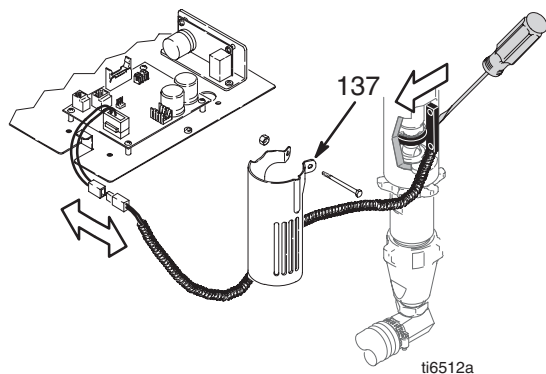
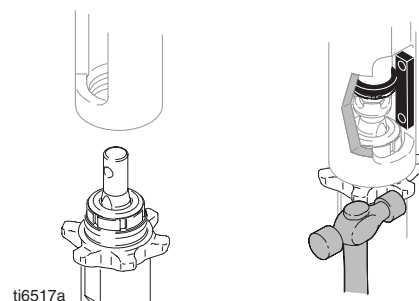

Fig. 9
Fig. 14
1. Fig. 9. Desconecte el cable del contador de galones de la parte posterior del dispositivo de control de presión y del motor.
2. Retire la protección (137) y el interruptor de láminas del motor hidráulico.
2. Fig. 14 – 16. Instale la bomba.
3. Instale un nuevo interruptor de láminas y una protección (137) en el motor hidráulico.
4. Fig. 9. Conecte el cable del contador de galones en la parte posterior del dispositivo de control de la presión y del motor.
1. Fig. 14. Enrosque la contratuerca en la parte inferior de las roscas de la bomba. Enrosque la bomba completamente en el colector. Desenrosque la bomba del colector hasta que la salida de la bomba esté alineada con la manguera. Apriete a mano la contratuerca, y después golpéela 1/8 a 1/4 de vuelta con un martillo o apriétela a un par de 270 N·m.